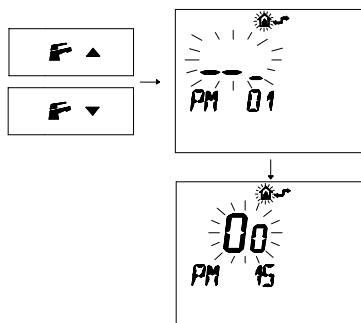

Figura 5.26
- Pulse los botones  o  para visualizar la programación "**PM15**" para la habilitación de la sonda externa (Figura 5.26)